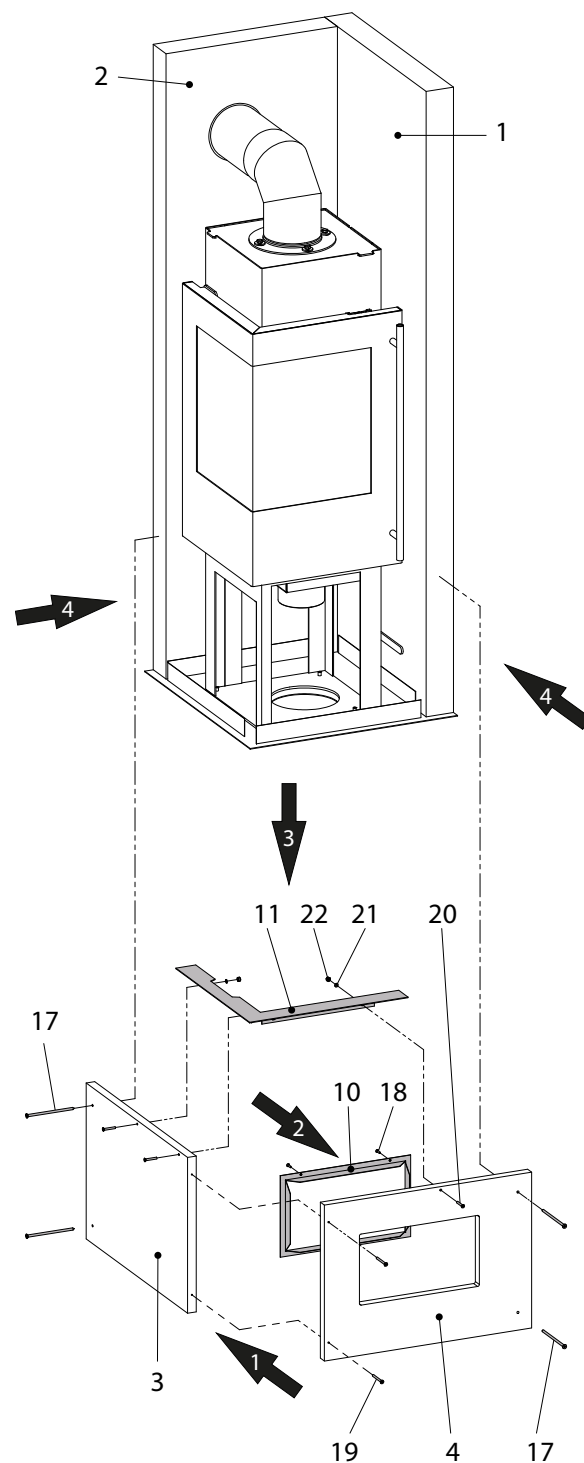

Fig.6
**Vor dem Verkleben der Verkleidungen 3+4 (Fig.6):**